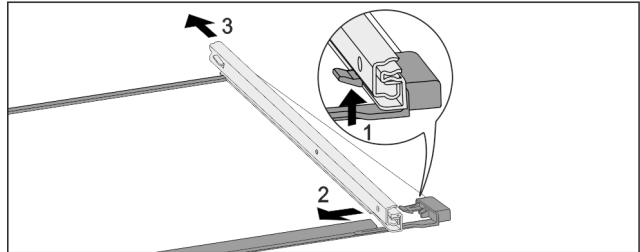

Fig. 190 Placa de sticlă cu șine
- ▶ Apăsăți în sus cârligul de blocare frontal. Fig. 190 (1)
- ▶ Îndepărtați șinele de extragere prin împingere în lateral Fig. 190 (2) și spre spate Fig. 190 (3).